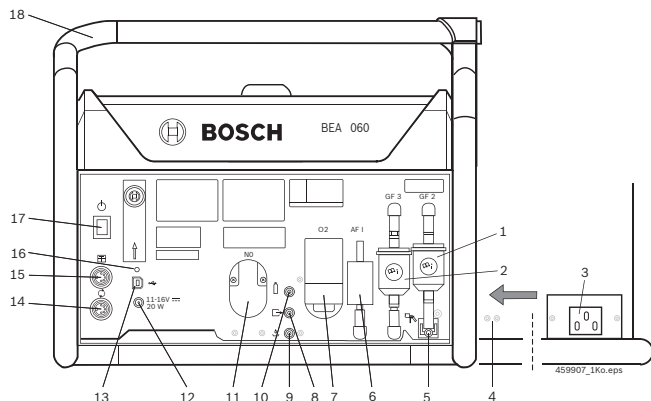

Fig. 1: BEA 060
- i BEA 060 poate fi alimentat cu tensiune și de la bateria vehiculului, prin intermediul cablului de conectare pentru mufa brichetei (accesorii speciale) (pentru racordare, vezi fig. 1, poz. 12).
1. Introduceți cablul de rețea în BEA 060 și, unui colier pentru cabluri, fixați cablul de rețea în orificii pentru a îl elibera de tensiune (fig. 1, poz. 4).
- LED-ul (fig. 1, poz. 16) luminează intermitent, portocaliu și verde.
- LED-ul (fig. 1, poz. 16) se oprește, BEA 060 este deconectat.